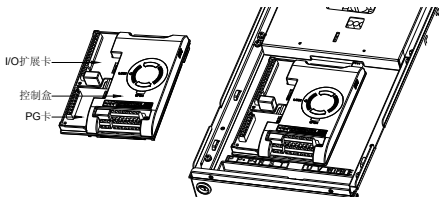

图 2 PG 卡的安装拆卸示意图
- ① 拆下 PG 卡左侧的三个螺钉；
- ② 将 PG 卡（如图 2）从控制板的插座中向上拔出。